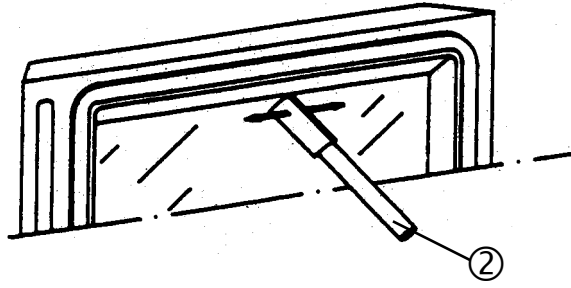

Fig. 11
. Retirar com o aspirador ① as partículas e o pó que está acunhado entre o guia do ar e o vidro **(Fig. 11)**. Se for necessário deslizar uma lâmina fina ou uma folha de cartão rígido entre o guia do ar e o vidro para facilitar a limpeza (desbloqueio das partículas).